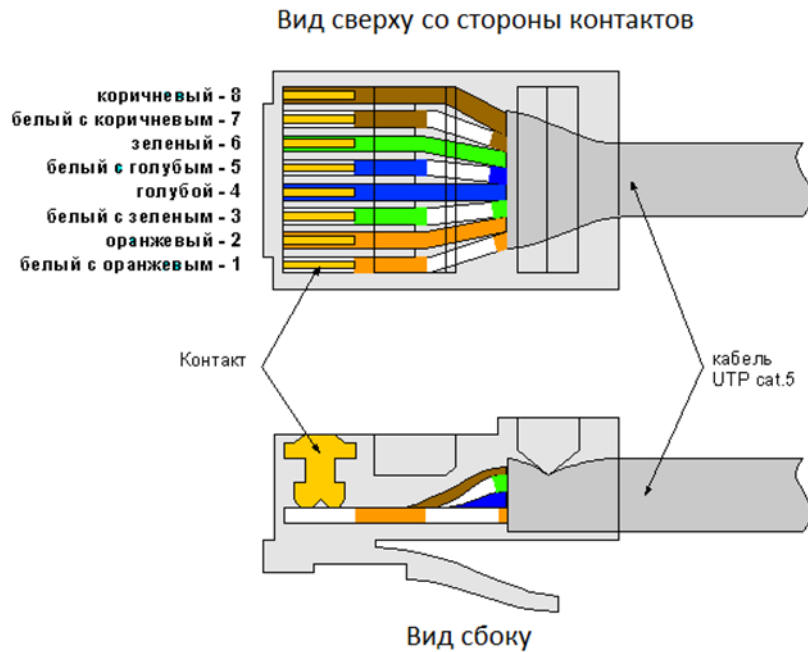

Рисунок 6 – Разъём на кабеле Ethernet
2.2.4.2 Разъём кабеля Ethernet должен быть установлен в соответствии со стандартом TIA/EIA-568-B (см. рисунок 6).